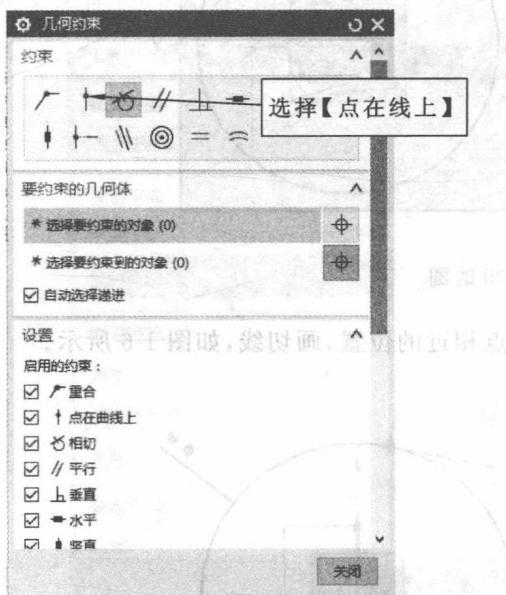
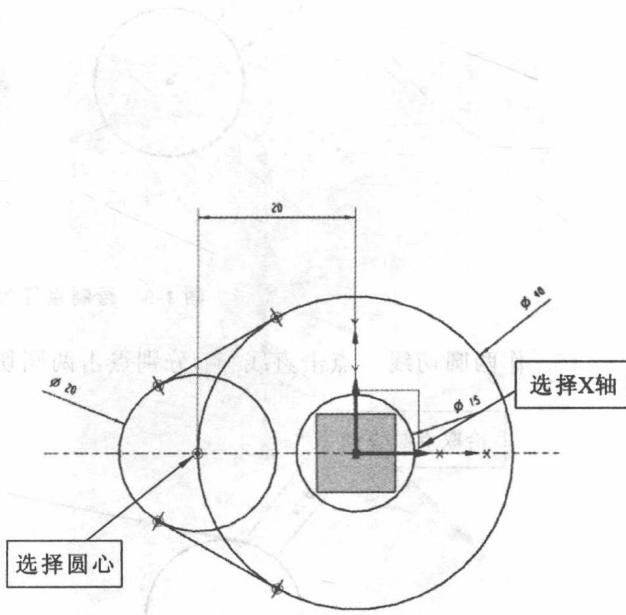

图 1-9 选择【点在线上】
图 1-10 完全约束
(8) 约束 $\phi 20$ 圆的圆心在 X 轴上。点击【几何约束】，弹出图 1-9 所示的对话框，点击【点在线上】，点击 X 轴，点击圆心，图形完全约束如图 1-10 所示。